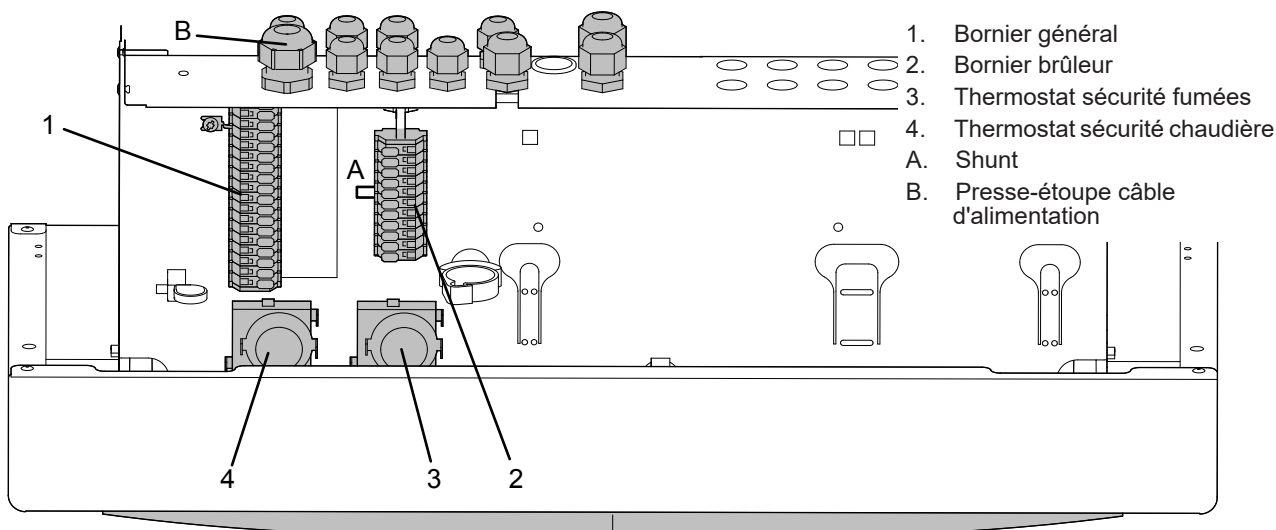

fig. 23 - Coffret électrique
- Commande directe sur le brûleur : Raccorder le thermostat d'ambiance aux bornes **6, 7** du **bornier brûleur**, en lieu et place du **shunt A** (fig. 23). Shunter les bornes **6, 7** (TA1) du **bornier général**.